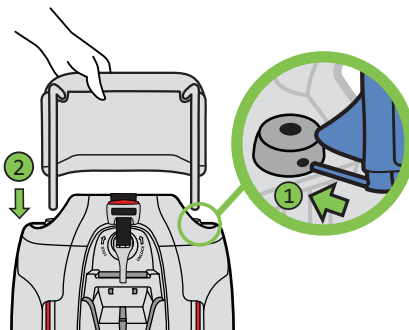

Figura 6a
- Coloque la espiga de metal situada en la punta de la herramienta de reparación en el agujero de la guía del apoyacabezas situado en el lado derecho del asiento (viendo el asiento desde atrás) (1).
- Mientras presiona la herramienta de reparación, empuje el apoyacabezas hacia abajo hasta que las barras de soporte se deslicen hacia abajo en el asiento (2), como se muestra en la **figura 6a**.